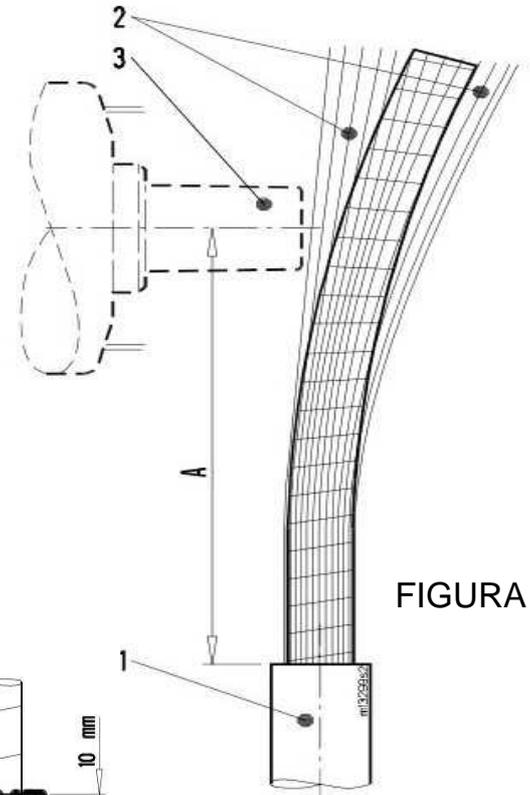

FIGURA 1
1- Preparar o cabo (1) posicionando-o perpendicularmente em frente à bucha de conexão (3), prevendo um excesso de malha de aterramento (2) (\*) antes de cortar a camada externa do cabo (1) na medida "A" conforme tabela 1, conforme mostra a FIGURA 1.